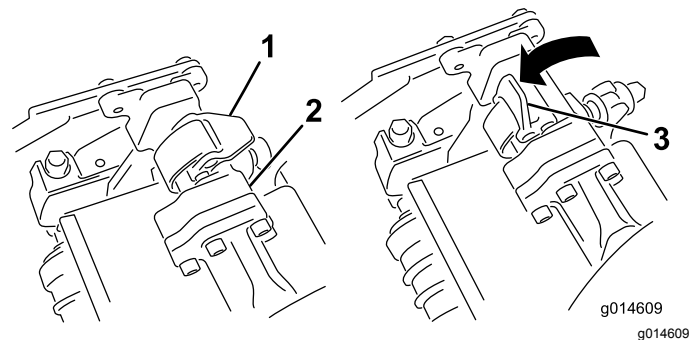
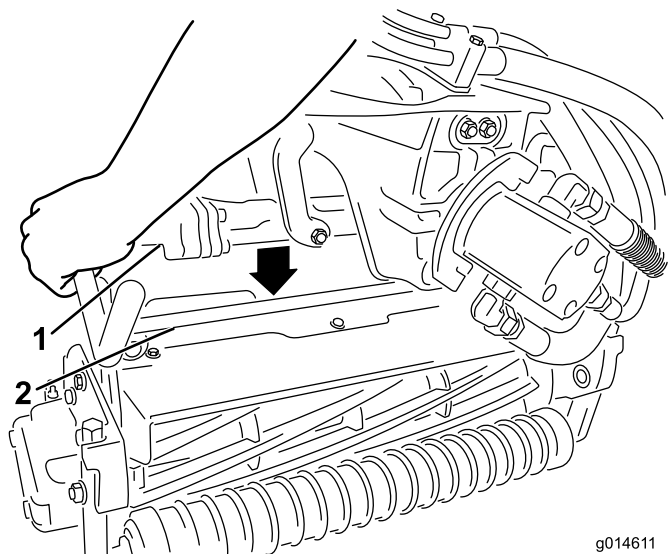

図 11
図 12
5. サスペンションアームのバーについているラッチを上向き開いた状態にして(図 11、サスペンションアームを押し下げて、バーを、カッティングユニットのバーの上に被せるようにする図 12。
6. ラッチを下げて閉じるとカuttingユニットのバーがロックされてユニットがアームにセットされる 図 11。